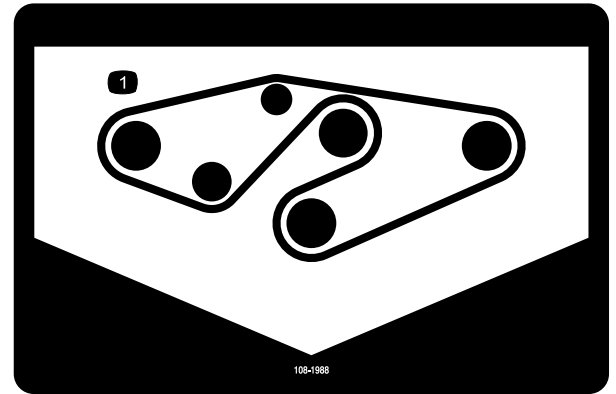

图 35
- 如图 35所示绕着花键皮带轮和怠轮皮带轮组件摆放新皮带。